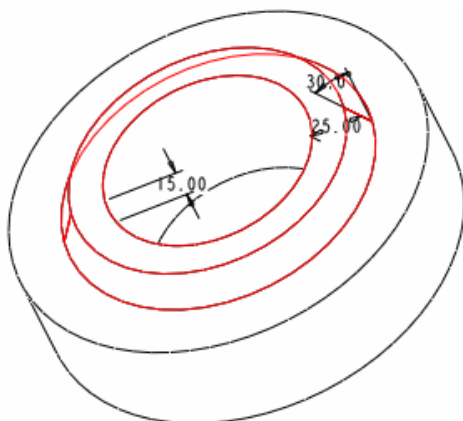

图 28-6
- (1) 在模型树中右击建立的唇特征  唇标识299，在弹出的快捷菜单中单击【编辑】命令，模型中显示唇特征的尺寸，如图 28-6 所示。